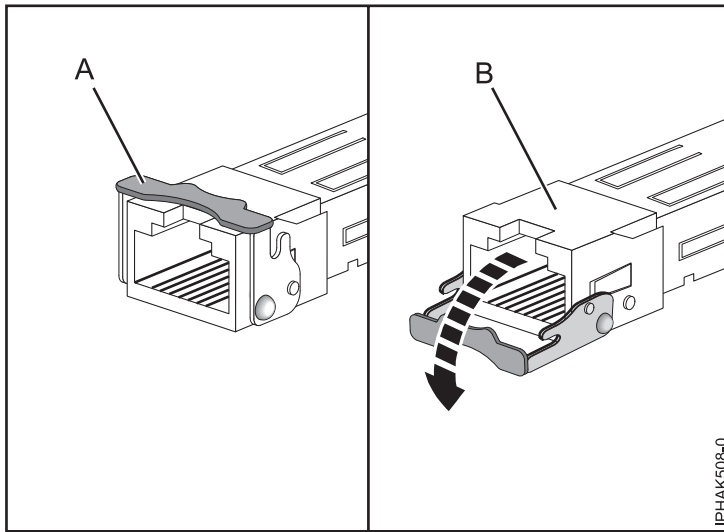

Abbildung 77. SFP-Transceiver aus Adaptern ausbauen
- Öffnen Sie die Verriegelung (A), indem Sie sie von der Karte weg nach unten drehen, wie in Abb. 77 auf Seite 90 dargestellt.
- Schieben Sie den Transceiver (B) aus dem Adapter.